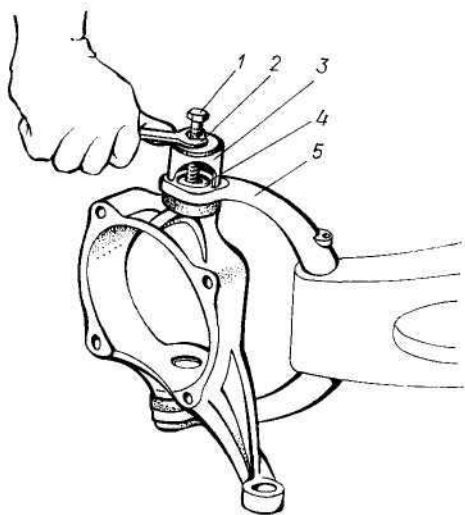

Рис. 175. Снятие шкворня поворотного кулака:
- с помощью съёмника (рис. 175) снимите шкворни и снимите поворотный кулак;